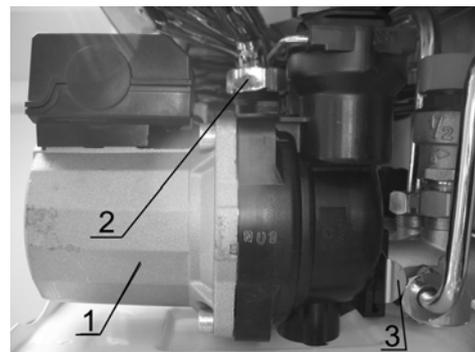

Рис. 10
- ✓ отвернуть гайку 2 (рис. 10) крепления входной трубы контура отопления к насосу;